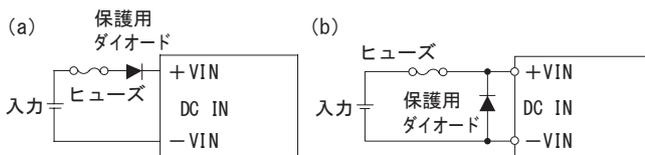

図2.4 逆接続防止
■入力端子に極性逆の電圧が加わると故障します。極性逆の電圧が加わる可能性がある場合は、図2.4のような保護用の回路を外付けしてください。